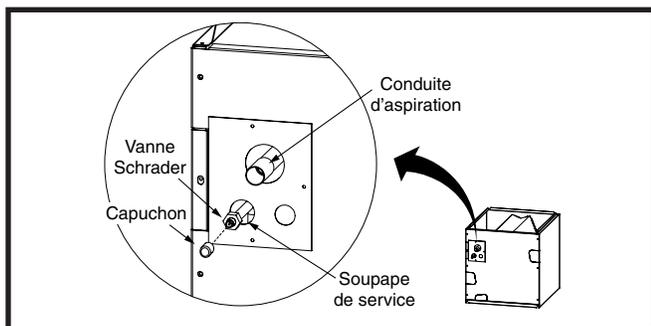

Figure 1. Emplacement des conduites d'aspiration et de liquide
1. Retirez le capuchon (Figure 1) du bout de la conduite de liquide.